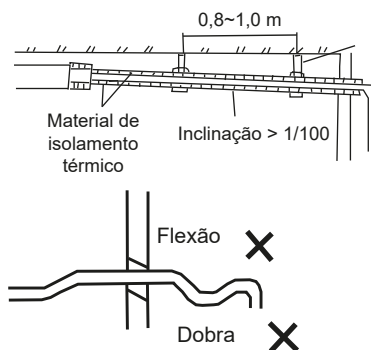

Figura 23
4. A fim de evitar o refluxo de água para o interior do ar-condicionado quando a operação for interrompida, o tubo de descarga de água deve ficar inclinado para baixo em direção à parte externa (lado de drenagem) com uma inclinação de mais de 1/100. Certifique-se de que o tubo de descarga de água não dilate nem acumule água, caso contrário, ocorrem ruídos estranhos. Consulte a Figura 23.
5. Ao conectar a tubulação de descarga de água, não aplique força quando puxar os tubos para evitar que as conexões do tubo de sucção de água se soltem. Ao mesmo tempo, defina um ponto de apoio a cada 0,8 a 1 m para evitar que os tubos de descarga de água flexionem. Consulte a Figura 23.